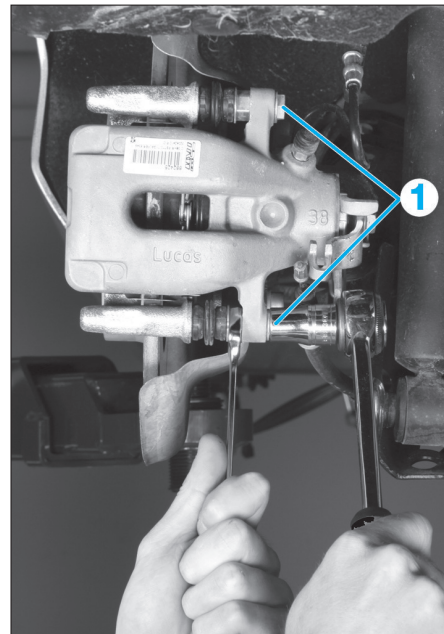

Fig. 9
- Déposer les vis de fixation (1) de l'étrier (Fig.9).